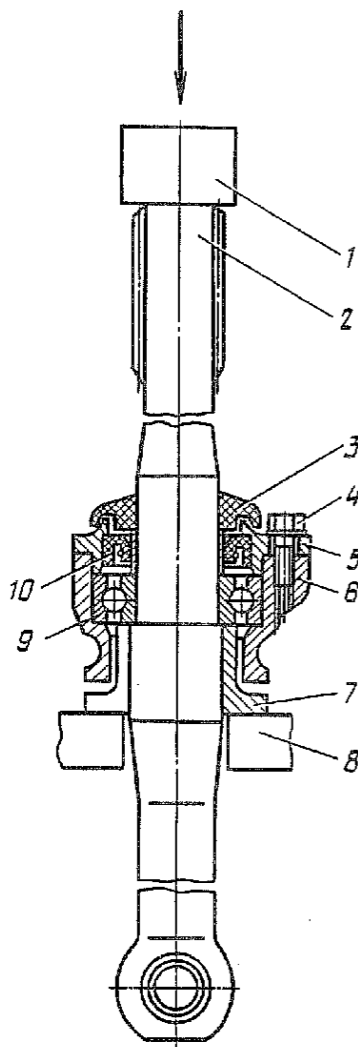

Рис. 162. Спрессовка с полуоси подшипникового узла:
1.4. Установить полуось 2 (рис. 162) с оправкой 7 в тиски и ударами молотка через наставку 1 спрессовать подшипниковый узел вместе с грязезащитным кольцом 3 (молоток 500 г, оправка, наставка медная, тиски 1-150, накладки для губок тисков).